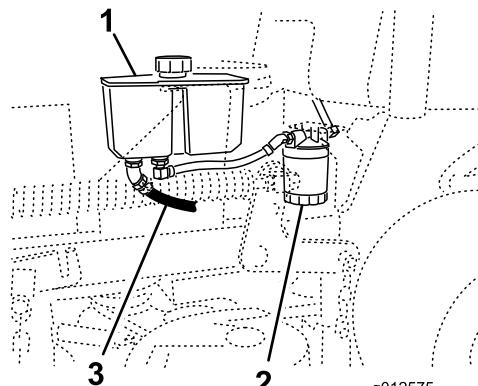

図 75
- 油圧オイル・タンクの下にある前油圧ホースを探し出し、その下にオイル受け容器を置く（図 75）。